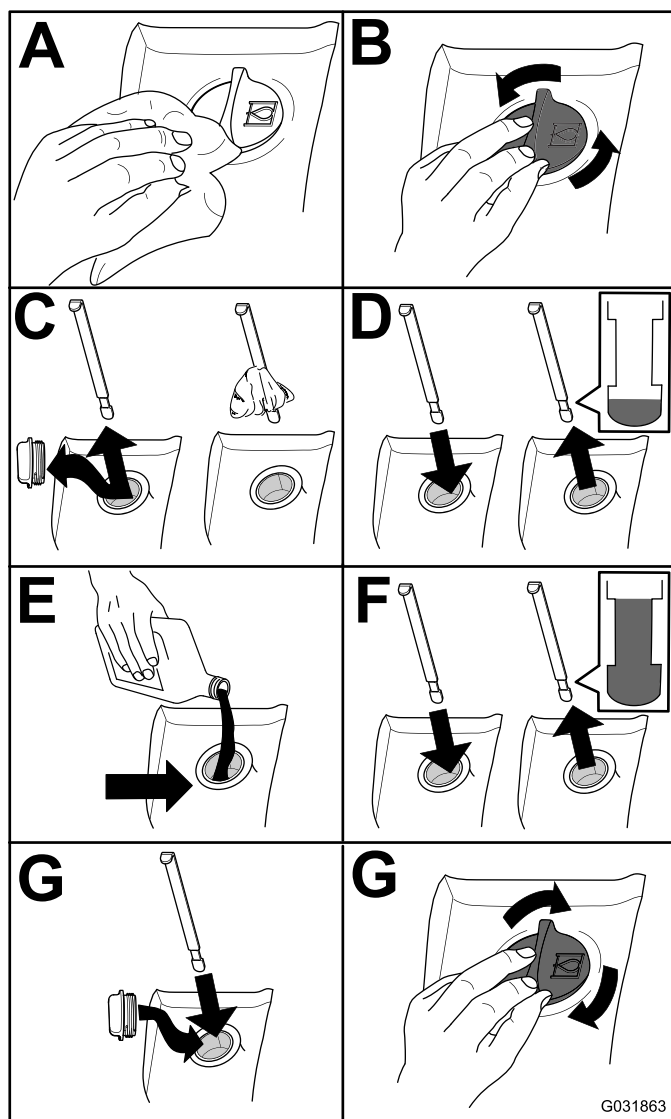

Рисунок 117
2. Проверьте уровень гидравлической жидкости (Рисунок 117).